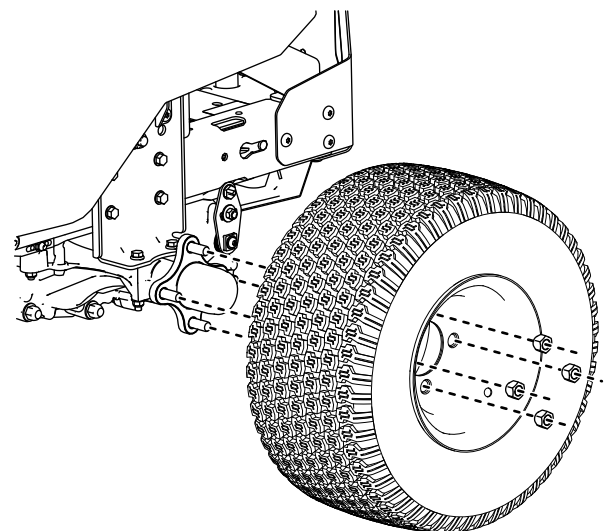

Figura 2
11. Retire os pneus traseiros como se mostra na Figura 2.